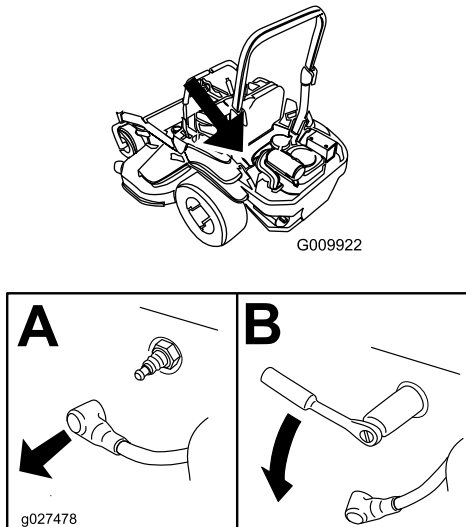

Figura 54
4. Localice y retire la(s) bujía(s), como se muestra en la Figura 54.